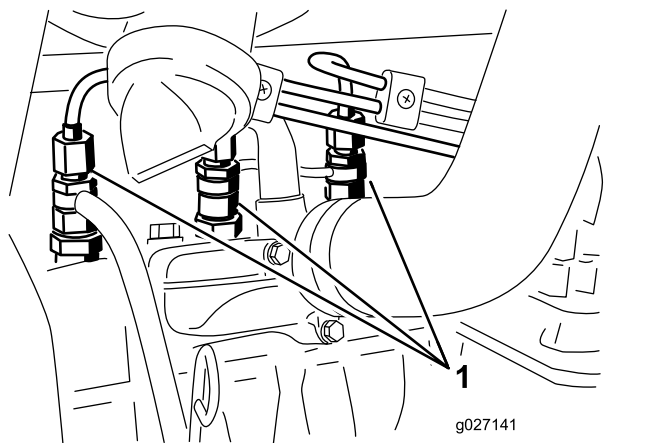

Рисунок 57
1. Ослабьте элемент подсоединения трубки к соплу №1 и держателю в сборе (Рисунок 57).